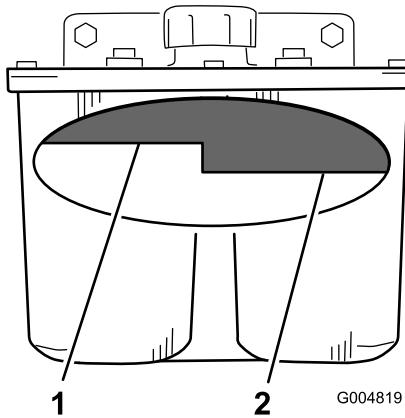

Figure 70
2. Nettoyez la surface autour du goulot de remplissage du réservoir hydraulique (Figure 70).
3. Enlevez le bouchon du goulot de remplissage et vérifiez si le réservoir contient du liquide (Figure 70).
Remarque: Lorsque l'huile est chaude, le niveau de liquide doit atteindre le haut du repère "à chaud" sur le déflecteur (Figure 70).